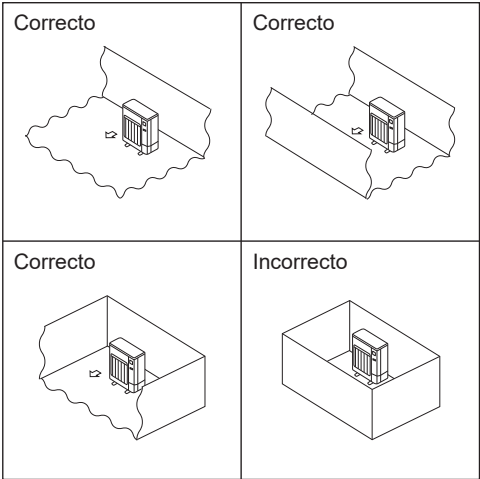

Fig. 2-2
- Ⓐ Instale las unidades exteriores en un lugar donde al menos uno de los cuatro lados esté abierto, y en un espacio lo suficientemente grande y no elevado. (Fig. 2-2)